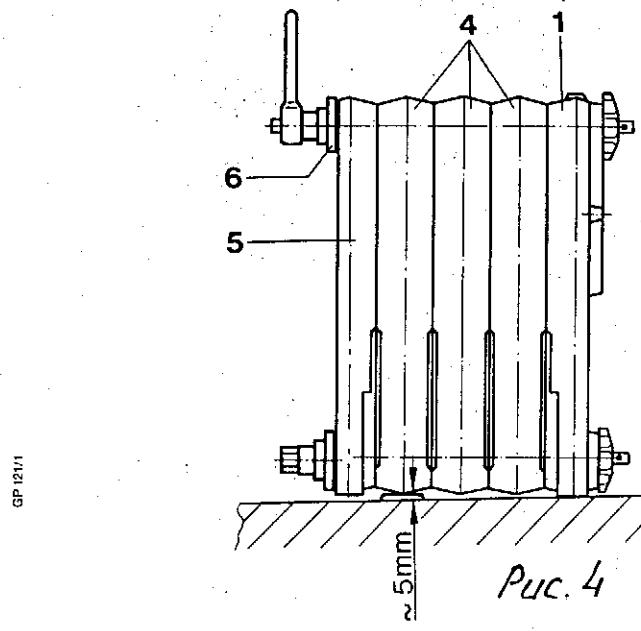

Рис. 4
- Заднюю(1), средние(4) и переднюю(5) секции по одной напрессовывать, равномерно и одновременно затягивая соединения сверху и снизу только при помощи ручного инструмента для прессования.
- Для прессования передней секции(5) на среднюю секцию(4) можно использовать только звездчатый фланец(6) Ø120, изображённый на рис.4 и 5.